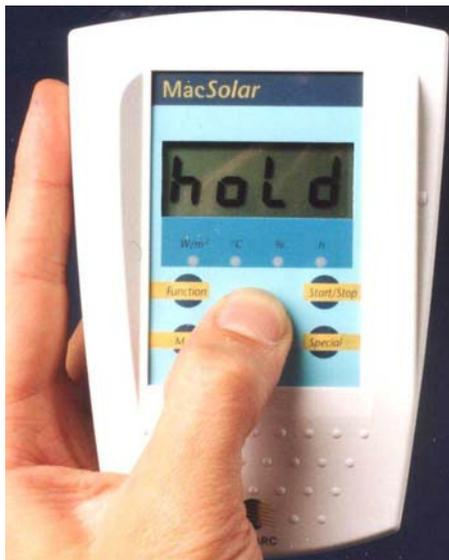

Fig. 5: Misurazione del valore attuale con il Mac Solar
3.1 Misurazioni dei valori attuali (Fig. 5)